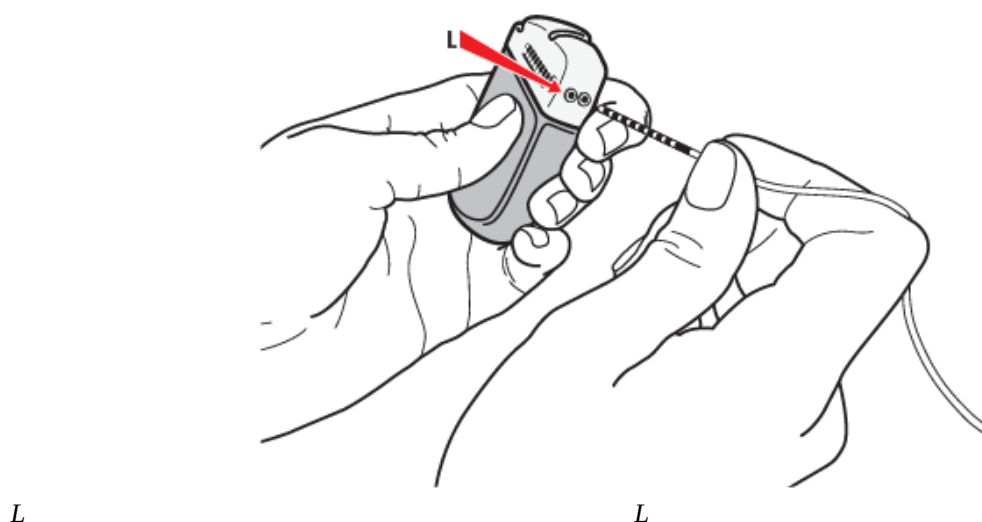

Рисунок 37. Соединение с портом L ИГИ
- а. Соедините удлинитель для левого полушария и порт L (или C) (рисунок 37).